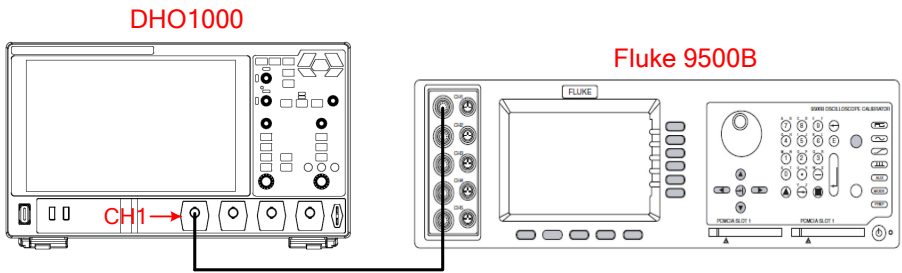

图 5.2 输入电容测试连接图
1. 将 Fluke 9500B 的有源信号探头连接至示波器的 CH1 通道，如 图 5.2 所示。